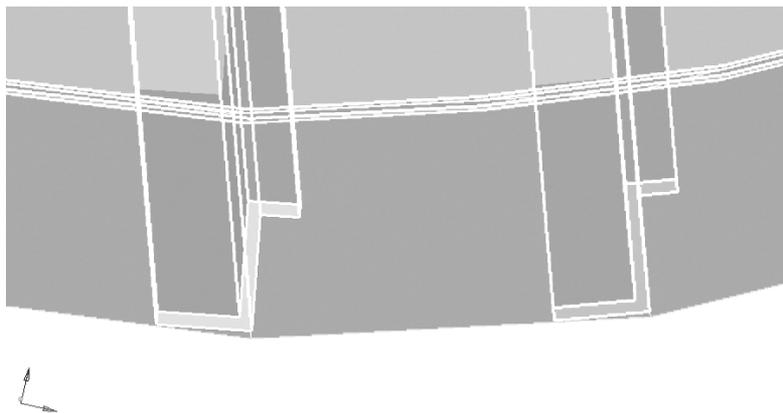

图 7-1 选择长桁端面
- (1) 在模型浏览器中显示长桁部件 stringer_solid 的几何。
- (2) 选择 1D>HyperBeam>solid section。
- (3) 确保黄色选项框为 surfs，cross section plane 为 fit to entities。
- (4) 在图形区域中，选择任一长桁端面，如图 7-1 所示。